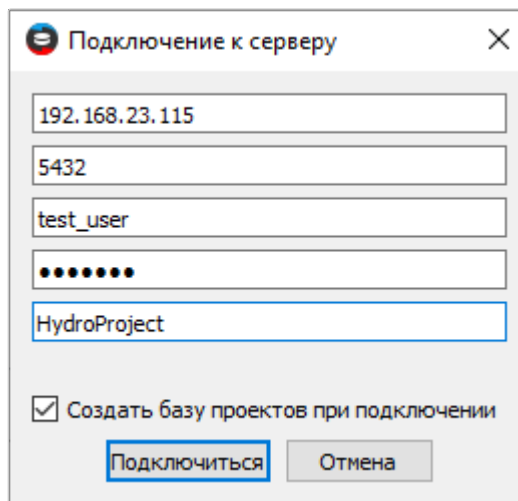

Рисунок 13. Ввод данных для авторизации на сервере
- б) в открывшемся окне ввести данные для авторизации на сервере (см. рисунок 13):